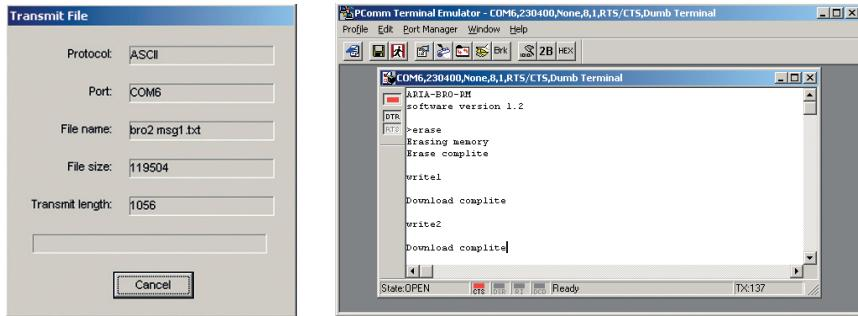

Рис. 92
11. Появится стандартное окно выбора файла, в котором нужно указать интересующий вас файл сообщения и нажать кнопку «**открыть**». После этого появится окно процесса записи сообщения. По завершении операции в диалоговом окне появится сообщение «**Download complite**» (рис. 92).